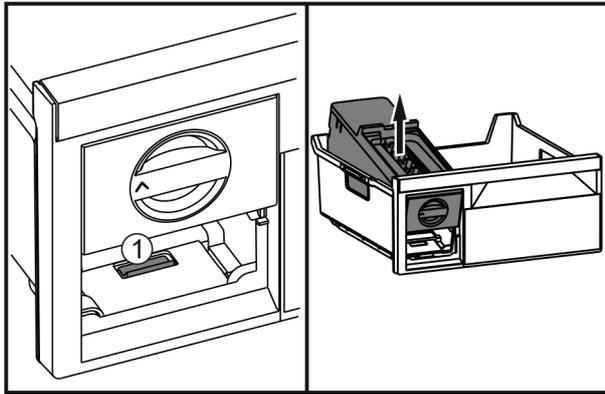

Fig. 56
- ▶ Lasche Fig. 56 (1) drücken, EasyTwist-Ice von hinten anheben und aus dem Gefrierschubfach herausnehmen.